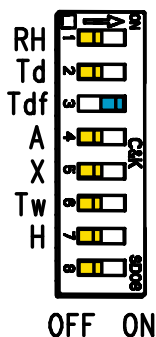

図 70 HMD62 の DIP スイッチの例: T_{df} 出力を選択中
HMD62 の RH チャンネルに出力される湿度パラメーターを、基板の DIP スイッチで変更できます。変換器で出力するパラメーターを選択するには、そのパラメーターの DIP スイッチを右 (ON) にスライドさせます。図 70 (ページ 91) の例において、変換器で選択されている出力パラメーターは露点/霜点温度 (T_{df}) です。その他の DIP スイッチは OFF の位置 (左) のままにします。